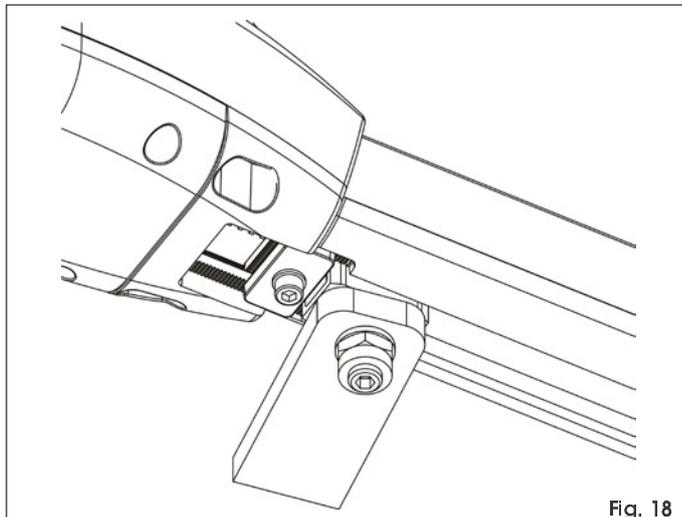

Fig. 18
4. Spostare l'arresto in prossimità dell'attacco come indicato in Fig.18.